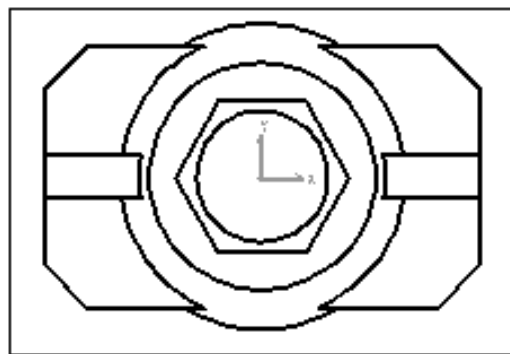

Рис. 27
**Указать мышкой место вида сверху на экране и нажать клавишу «Enter» (рис.27) .**
**Заменяем вид модели сверху на плоское изображение (рис.27) .**